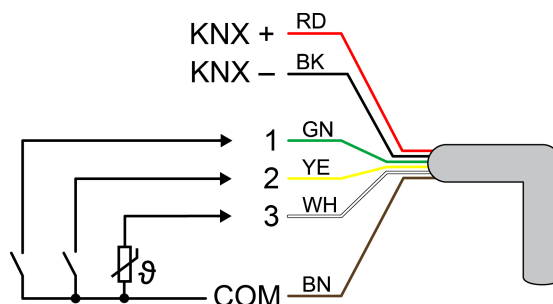

Figure 2: Affection de raccordement de la ligne de commande (exemple)
- Si besoin, raccorder les contacts libres de potentiel ou les capteurs de condensation/de fuite aux entrées 1...3, ou la sonde de température NTC à l'entrée 3 (Figure 2).